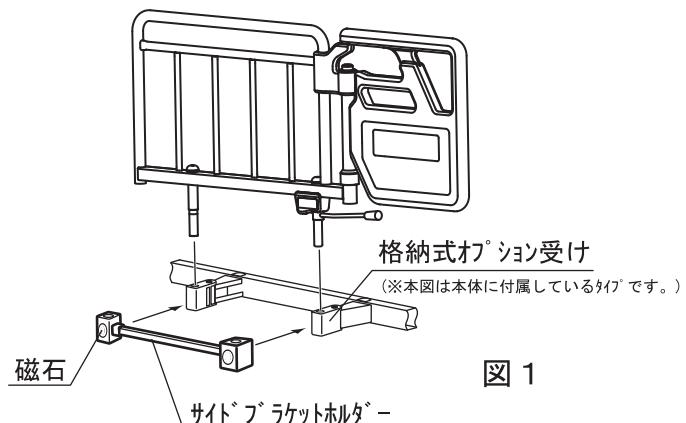

図 1
- ベッド用グリップ GR-510Sをヒューマンケアベッドへ取り付ける際は図1のように、同梱されているサイドブラケットホルダーを必ず付けた状態で使用してください。